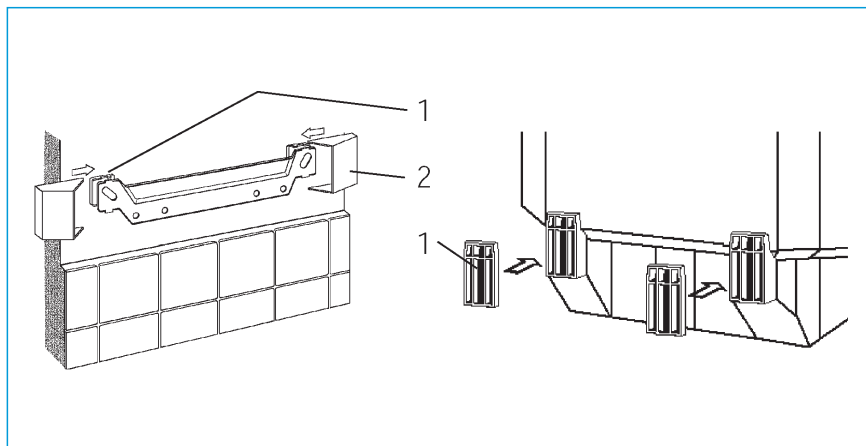

Fig. 5
- Compensar las irregularidades de la pared por medio de cuñas de diferencia juntas (¿?) (espesor 5 mm, fig. 5, rep. 1).
- Deslizar las cuñas sobre los perfiles para colgar (fig. 5, rep. 2).